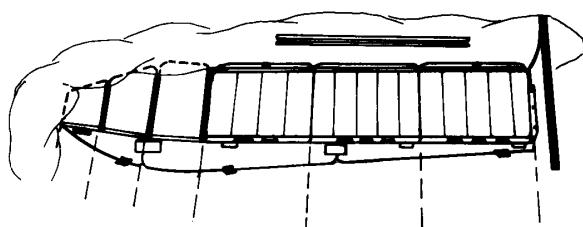

fig 5
7. **Para aplanar** el piso, colocarse sobre la embarcación y tirar de las asas para evitar que la tela se agarrote, [fig.5].